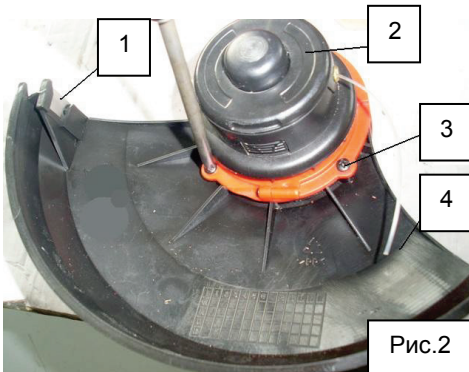

Рис.2
### **Установка защитного кожуха (Рис.2).**
Установите защитный кожух (4, рис.2) на корпус двигателя и закрепите при помощи самореза (3, рис.2).
**ВНИМАНИЕ!** Нож для отрезания лески (Рис.2,1), расположенный на защитном кожухе для травы, остро заточен. Необходимо избегать соприкосновений с этим ножом. Невыполнение этого правила может привести к тяжелой травме.